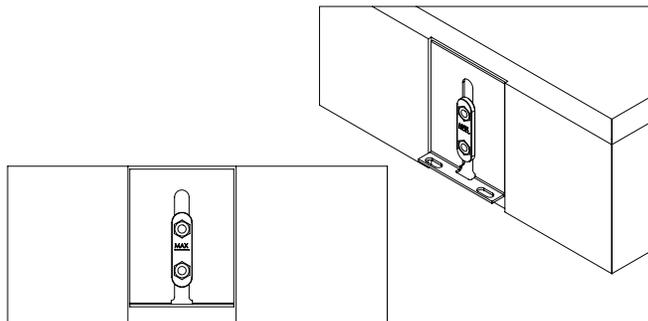

Figura 12
5. Assicurare le staffe ad L alle linguette con le 8 viti a testa cilindrica in dotazione. (Vedere Figura 12).